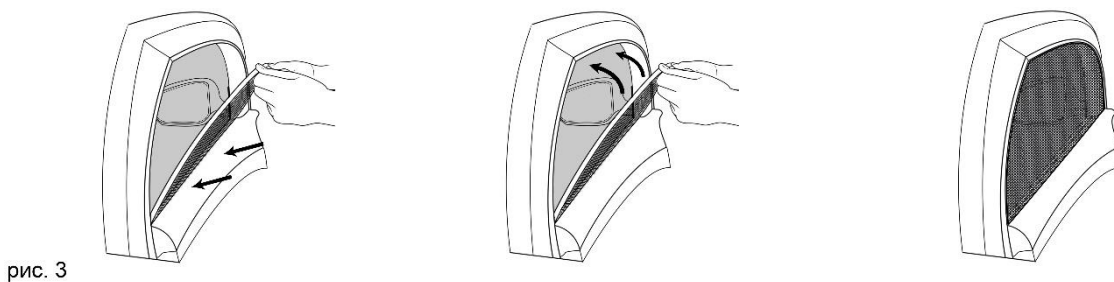

рис. 3
Далее опираем нижнюю часть каркаса на панель двери рис. 3 и подводим к рамке, до тех пор, пока вся площадь двухсторонней ленты (L)-профиля не будет соприкасаться с поверхностью рамки двери. Если поверхности не соприкасаются полностью, поменяйте местами (L)-профиль или переверните обратной стороной см. рис. 1 или рис.2 (В некоторых случаях (L)-профиль можно немного разогнуть или согнуть для более точной подгонки ) Таким образом вы подберёте правильное крепление и определите места монтажа.
Для монтажа крепления (J)-профиль, установите шторку на панель двери и подведите к резиновому уплотнителю до упора (см. рис. 3 выше)